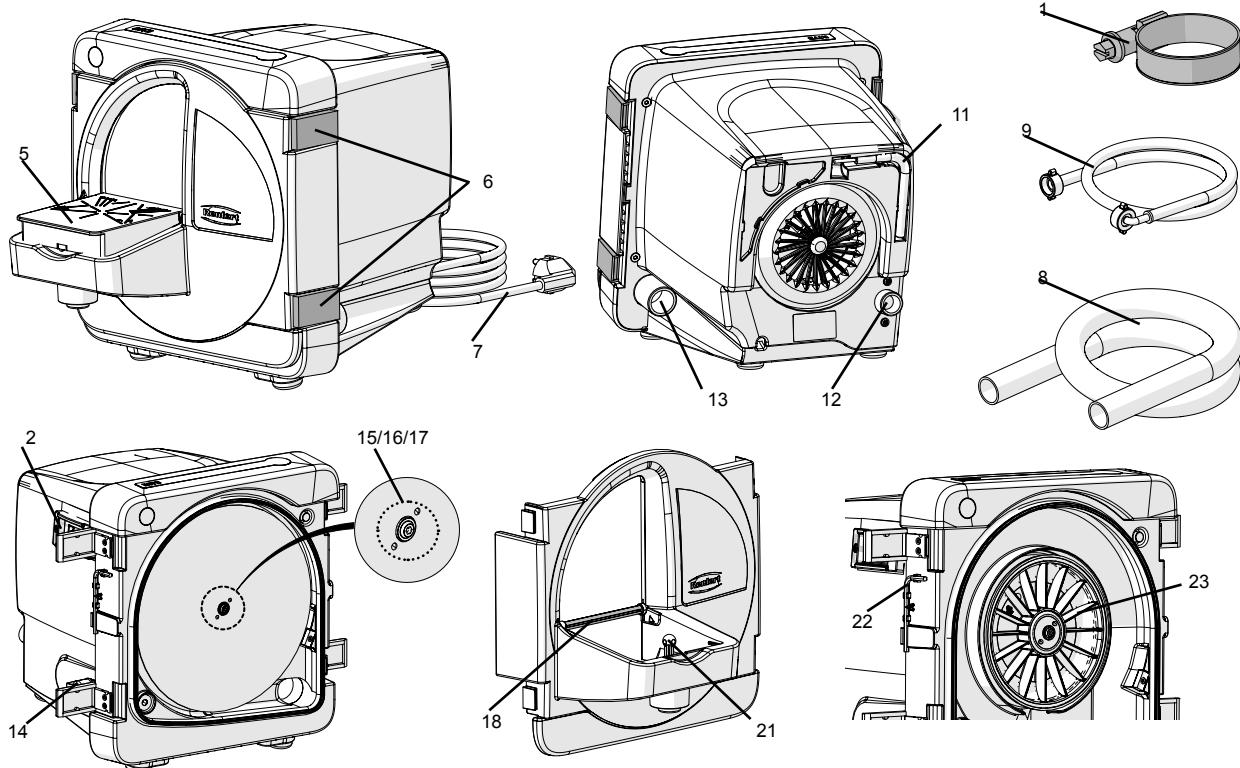

Bild 1
- Sätt i nätkontakten (7, bild 1, 2).
Apparaten slås på och av med på/av-brytaren (2, bild 1).